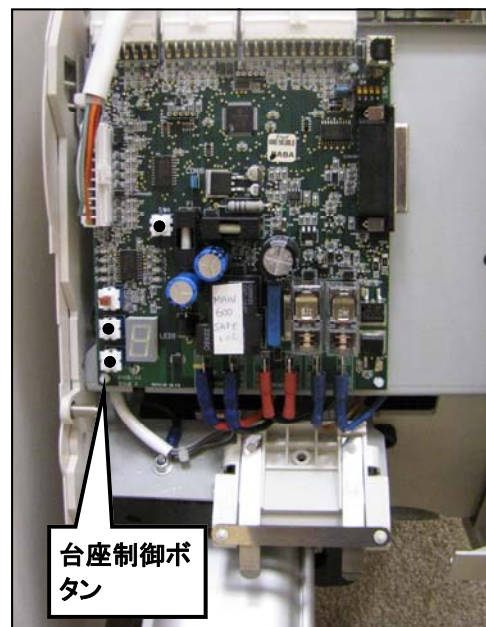

図 2
- 適切な工具(長さ100mmまたは4インチ以上のドライバーを推奨)を使用しオーバースピードガバナー作動アームをゆっくりを持ち上げながら、電子制御ユニット搭載の台座制御ボタン（図2）を使って、オーバースピードガバナーのスイッチがステアリフトの動作を止めるまで、ステアリフトを下方に移動させます。